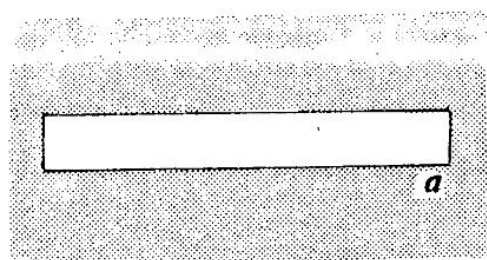

Fig. 312
8. Выверните обтачку через прорезь (рис. 312а).
Рис. 312а, б
а) приклеивание: работайте с лицевой стороны изделия, приколите центр детали кантов в двух местах у концов кармана, приклейте их к обтачке (рис. 312б);